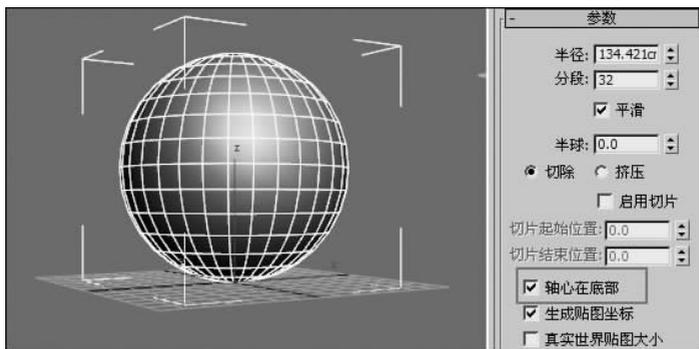

图 3-13 创建轴心在底部的球体
- (1) 单击创建命令面板中的  (几何体) 按钮, 选择“球体”按钮。
- (2) 在视图中按住鼠标左键拖动到适当的位置后释放, 完成球体的创建。
- (3) 在“参数”卷展栏中可以选中“轴心在底部”复选框。将球心移至底端, 如图 3-13 所示。